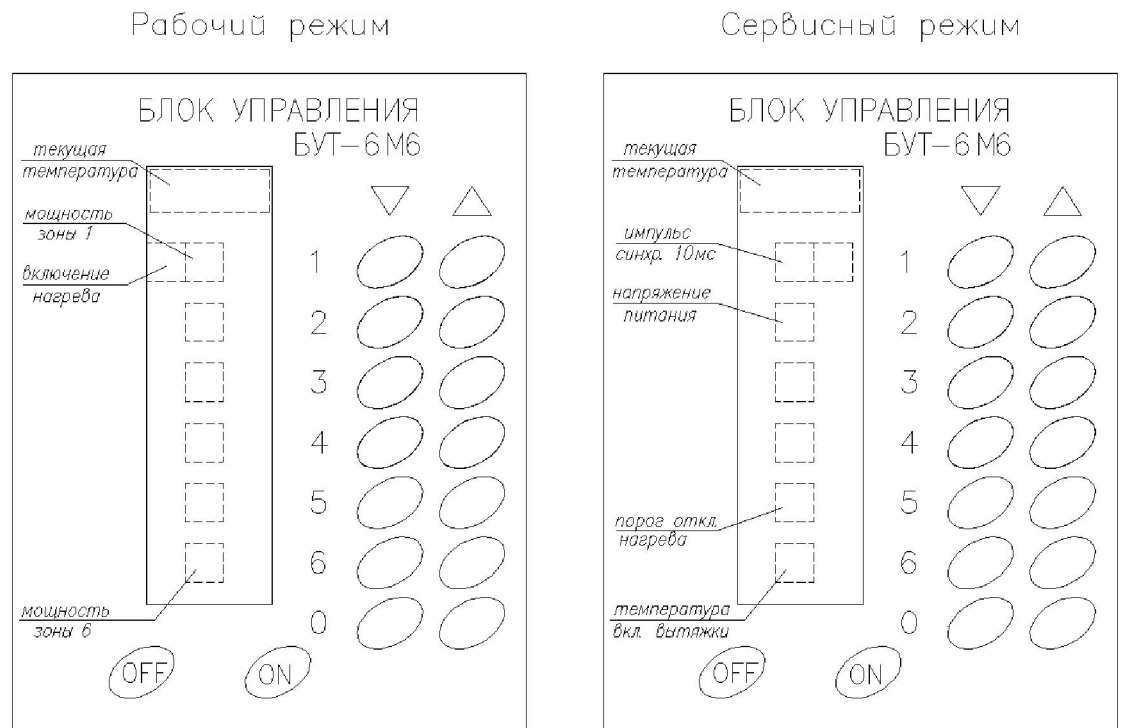

Рис. 1. Расположение информации на табло операторской панели БУТ-6М6.
Расположение информации на табло в рабочем и сервисном режимах приведено на рис.1 и 2.
6.7. Включите питание термопечи, переведя защитный автомат в положение **ВКЛ.**, и проверьте наличие подсветки и показаний на табло индикации (рис. 1).
6.8. Прикасаясь пальцем к сенсорным площадкам ▼ или ▲ соответствующих зон нагрева, установите требуемые относительные значения мощности по каждой из зон (рис.1). Сенсорная клавиатура функционирует следующим образом.
Проверьте значение температуры аварийного выключения нагрева (рис. 1) и при необходимости с помощью сенсорных площадок ▼ и ▲ зоны 5 для БУТ-6М6 или зоны 7 для БУТ-8М6 установите требуемое значение температуры в диапазоне от 180 до 290°C.
Проверьте значение температуры включения вытяжного вентилятора (рис. 1) и при необходимости с помощью сенсорных площадок ▼ и ▲ зоны 6 для БУТ-6М6 или зоны 8 для БУТ-8М6 установите требуемое значение температуры в диапазоне от 70 до 160°C.
Проверьте способ управления подачей мощности на нагревательные элементы (рис. 1 и 2) и, при необходимости, прикасаясь к сенсорным площадкам ▼ и ▲ зоны «1» установите показания Φ - фазо-импульсный или Ч - число-импульсный.
6.10. Включите нагрев печи, коснувшись площадки ON. О включении нагрева свидетельствует пиктограмма  в 1-ой зоне (рис.1). Визуально убедитесь в свечении инфракрасных ламп.
7.2. Включите нагрев, коснувшись пальцем площадки ON. О включении нагрева свидетельствует пиктограмма  в 1-ой зоне (рис.1). Прогрейте термопечь до необходимой температуры.